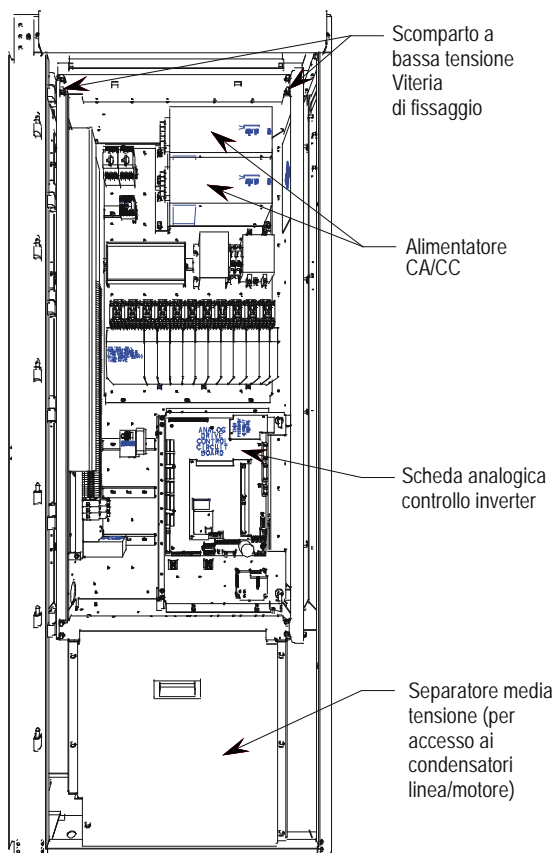

Figura 4.16 – Armadio bus CC/ventola con scomparto di controllo a bassa tensione
2. Rimuovere il separatore dello scomparto a media tensione sotto il pannello di bassa tensione per accedere al condensatore. (vedere la Figura 4.16).